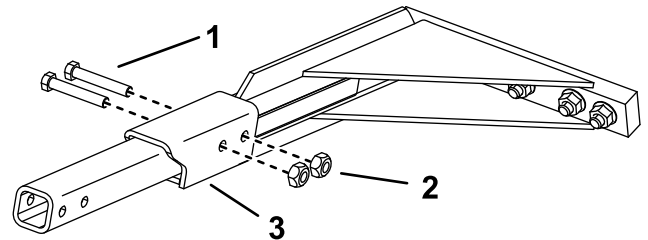

図 5
- 長さ 61 cm を超えるブームを使用している場合は、安全バーエクステンションブームに付属を、安全バーに取り付けてボルト 2 本およびロックナットエクステンションに付属で固定する 図 5。